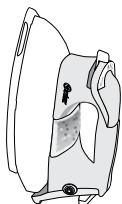

Figure 1
- Le fer est toujours conserve dans une position verticale (Figure 1).